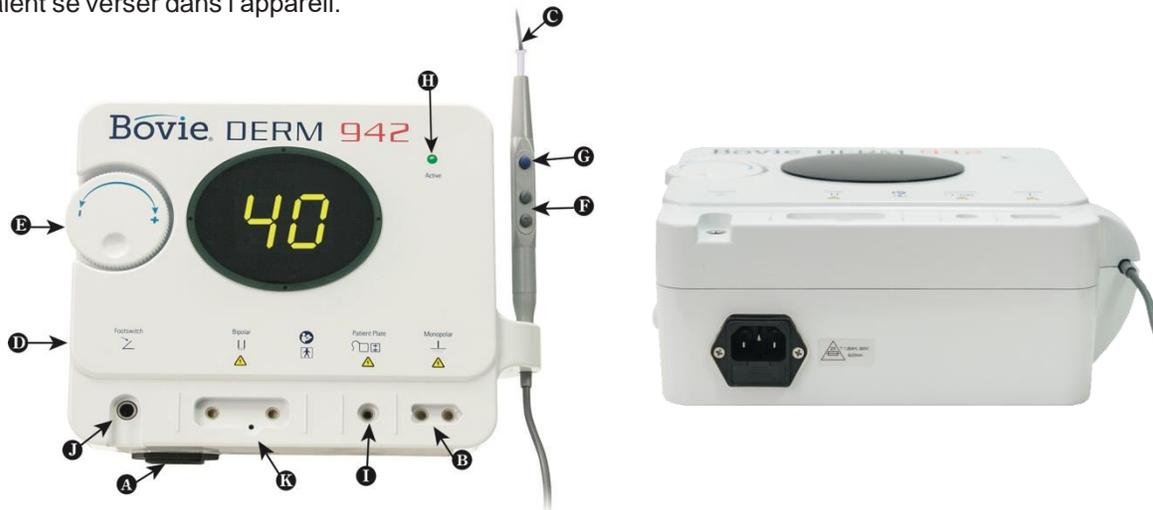

Figure 2
2. Brancher le bout „féminin” du câble d'alimentation à la base de l'appareil (voir fig. 2 et 3, lettre A).
4. La sortie monopolaire de la pièce à main se trouve dans la partie inférieure droite du côté devant de l'appareil (voir fig. 2 et 3, lettre B). L'embout de la pièce à main est fait de telle manière qu'on ne peut le brancher que d'une seule manière.
Introduire l'embout de la pièce à main dans le connecteur de sortie situé dans la partie inférieure de l'appareil (voir fig. 2 et 3, lettre B). La pièce à main à trois boutons est conçue pour permettre au médecin de contrôler les réglages du niveau de la puissance de sortie par les doigts de sa main.
5. Glisser l'électrode standard à l'intérieur de la pièce à main jusqu'à ce qu'elle ne soit fixée d'une manière stable (voir fig. 2 et 3, lettre C).
7. Brancher l'appareil en utilisant le commutateur du côté gauche de l'appareil (voir fig. 2 et 3, lettre D).
8. Régler la puissance de sortie soit en utilisant le bouton tournant sur le côté devant de l'appareil (voir fig. 2 et 3, lettre E), soit par les boutons Haut et Bas de la pièce à main (voir fig. 2 et 3, lettre F). Lorsque le réglage du niveau de puissance s'effectue par la pièce à main, un signal sonore indiquera que le niveau de puissance a été modifié. Appuyer et maintenir les boutons Haut et Bas vous permettra de modifier plus rapidement les réglages du niveau de puissance, afin de régler plus rapidement la puissance de sortie. La puissance est affichée par pas de 0,1 W dans la gamme de 0,1 W à 10 W.
9. Pour activer l'appareil, retirer la pièce à main de son étui. Placer la pièce à main dans la position souhaitée et appuyer le bouton d'activation (voir fig. 2 et 3, lettre G). Lors de l'activation de l'appareil, un signal d'activation retentit et la diode bleue d'activation s'allume (voir fig. 2 et 3, lettre H).
10. Pour utiliser la plaquette de mise à la terre optionnelle au câble (A802EU), placer l'embout du câble dans le connecteur de sortie pour plaquette de mise à la terre (voir fig. 2 et 3, lettre I). puis connecter l'autre embout à la plaquette de mise à la terre. La plaquette doit être mise sous le patient à un endroit où toute la plaquette sera couverte par une peau nue. L'utilisation d'un gel conducteur est recommandée
11. Pour utiliser un câble bipolaire optionnel (A827V), insérez les embouts dans les connecteurs bipolaires de sortie (voir fig. 2, lettre K). Puis le câble est branché aux pinces. Un seul accessoire monopolaire ou bipolaire peut être branché au connecteur de sortie ce qui ne permet pas à l'utilisateur d'utiliser les deux accessoires simultanément.
12. Le commutateur optionnel à pied (A803) est connecté au connecteur de sortie pour commutateur à pied et reste posé au sol (voir fig. 2 et 3, lettre J). Le commutateur à pied peut être utilisé lors des interventions monopolaires et il doit être utilisé lors les interventions bipolaires.